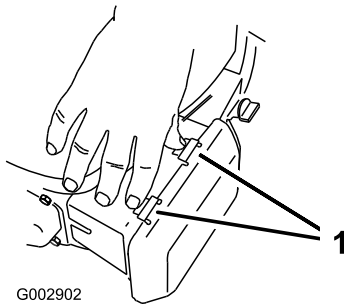

Bild 42
1. Drücken Sie die Verriegelungsnasen oben an der Luftfilterabdeckung nach unten (Bild 42).